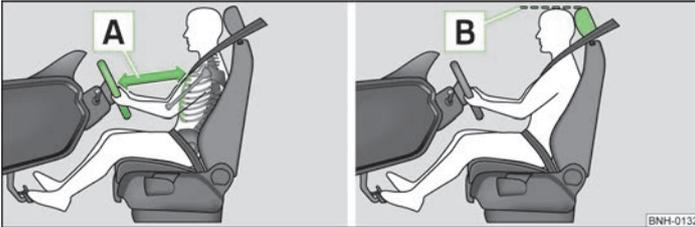

Fig. 76 Distancia correcta del conductor al volante/Ajuste correcto del reposacabezas
- Ajustar el volante de tal modo, que la distancia **A** » fig. 76 entre el volante y el esternón sea, como mínimo, de 25 cm.
- Ajustar el reposacabezas de tal modo, que el borde superior **B** » fig. 76 de la página 94 » página 94 del mismo se encuentre dentro de lo posible a la misma altura que la parte superior de su cabeza1).
- › Ajustar el reposacabezas de tal modo, que el borde superior **B** » fig. 76 de la página 94 » página 94 del mismo se encuentre dentro de lo posible a la misma altura que la parte superior de la cabeza.